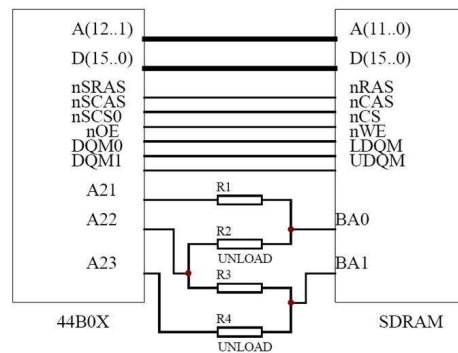

Figura 3.6: Conexión entre el S3C44B0X y la SDRAM de la placa
- Memoria SDRAM de 4Mx16bits, ubicada en el banco 6 del S3C44B0X y cuyo rango de direcciones es  $[0x0C000000-0x0C7FFFFFFF]$ . La figura 3.6 ilustra el esquema de conexión entre el chip S3C44B0X y la SDRAM.